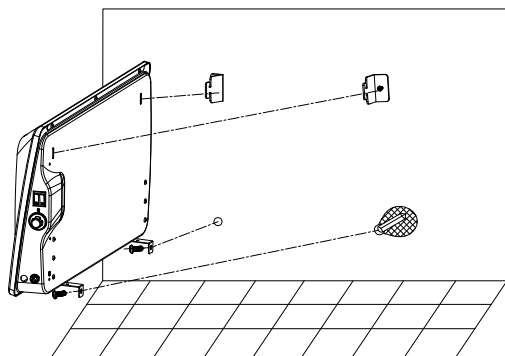

Рис. 8
8. Разместите прибор на стене, зафиксировав конвектор с помощью шурупов через крепежи в нижней части прибора (рис. 8).